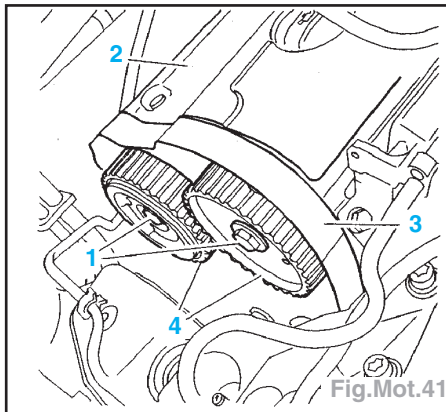
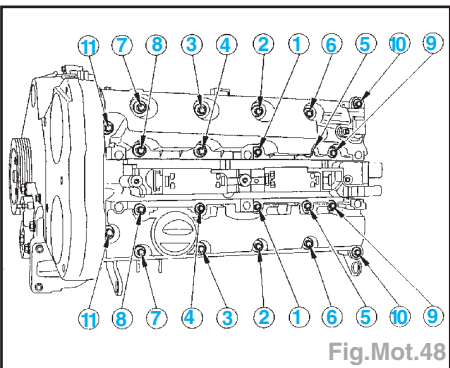

Fig.Mot.41
Fig.Mot.48
- Déposer (Fig.Mot.41) :
- Reposer (Fig.Mot.41) :
- le carter (3),
- les pignons (4)
- les vis (1) et serrer au couple (maintenir les pignons avec l'outil [4]) 7,5 ± 0,8daN.m
- les couvre-culasses et serrer les 22 vis dans l'ordre indiqué et au couple (Fig.Mot.48).